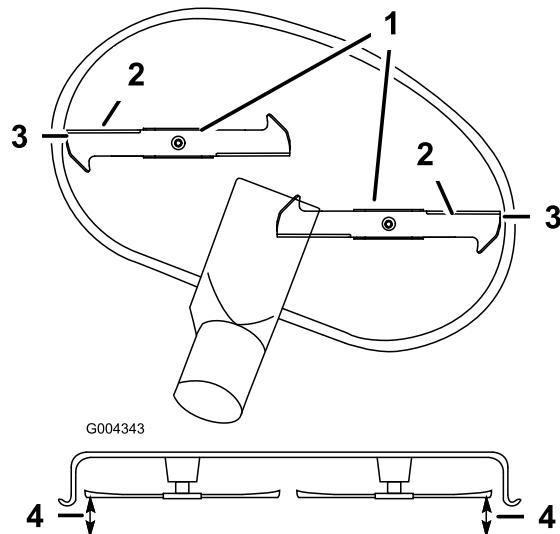

Figura 52
- Fate ruotare con cautela la lama (o lame) da un lato all'altro (Figura 52). Misurate la distanza tra i taglienti esterni e la superficie piatta (Figura 52). Se entrambe le misure non rientrano nella tolleranza di 5 mm è necessario regolare; proseguite l'operazione.